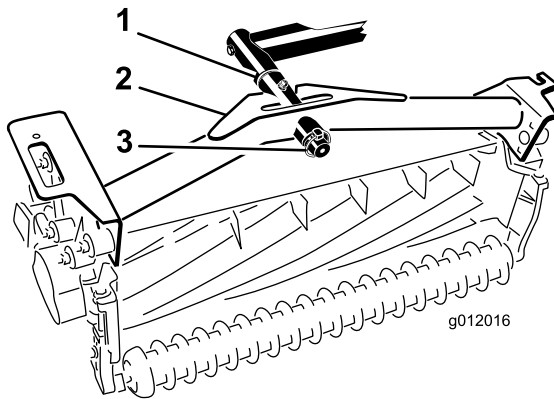

Bild 19
- Schieben Sie den Trägerrahmen des Mähwerks auf die Gelenkstange und befestigen sie mit einem Klappstecker (Bild 19).